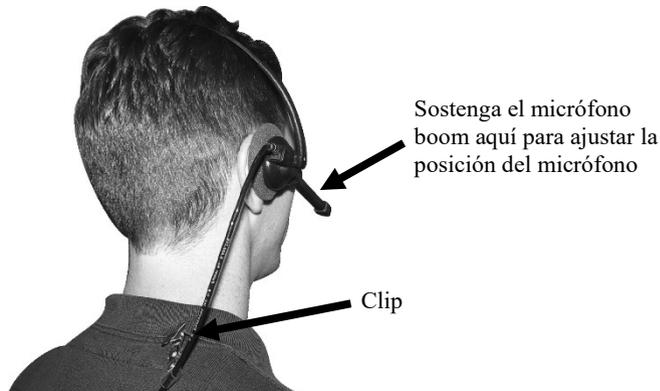

Figura 8. Uso correcto del auricular
- Use el auricular con el cable detrás de su espalda y adhiera los ganchos para la ropa al cuello y a la camisa para mantener el cable de manera segura detrás suyo, como se muestra en la **Figura 8**.